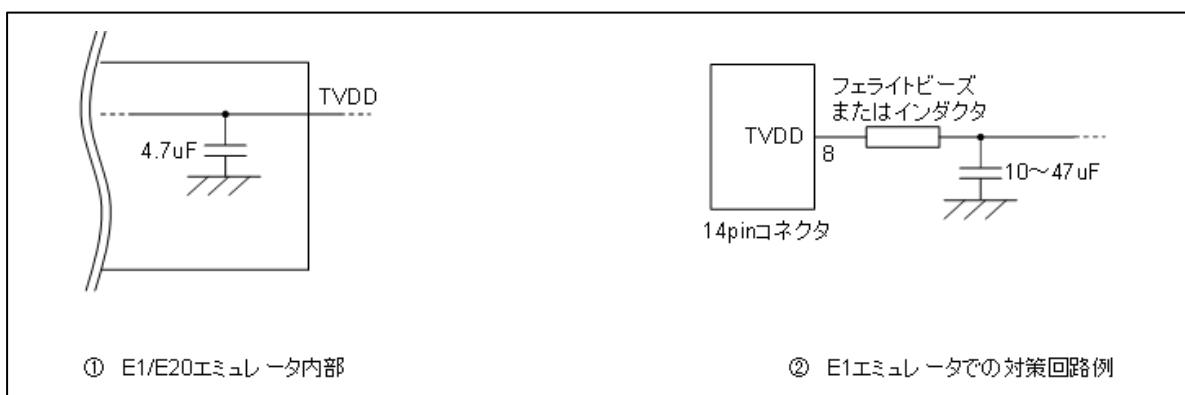

図 2-8 ホットプラグイン向け対策回路
ホットプラグイン接続を行う可能性がある場合には、下記のような回路構成にしておく必要があります。図 2-8 ①のように E1 エミュレータの 8 番ピンには、エミュレータ内部で  $4.7\mu F$  のコンデンサが付いているため、ホットプラグイン接続を行う場合はユーザシステム上の電源電圧が一瞬低下する場合があります。この電圧降下により MCU リセットが発生する可能性があります。図 2-8 ②に示すように、エミュレータ接続コネクタの TVDD ラインの直近にフェライトビーズ(またはインダクタ)と低 ESR で大きなコンデンサを付けることで症状を軽減することができますが、本対策は、電圧降下を完全に改善するものではありません。なお、ホットプラグイン接続はデバッグ時のみ有効な機能であり、本機能を使用する場合は、別売のホットプラグインアダプタが必要です。